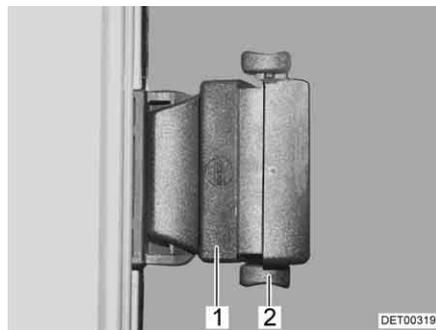

Fig. 79 Ventana corredera con bloqueo a presión
- Presionar el bloqueo (Fig. 79,2) hacia arriba.
- Presionar el tirador (Fig. 79,1) y, al mismo tiempo, empujarlo hacia adelante o hacia atrás.